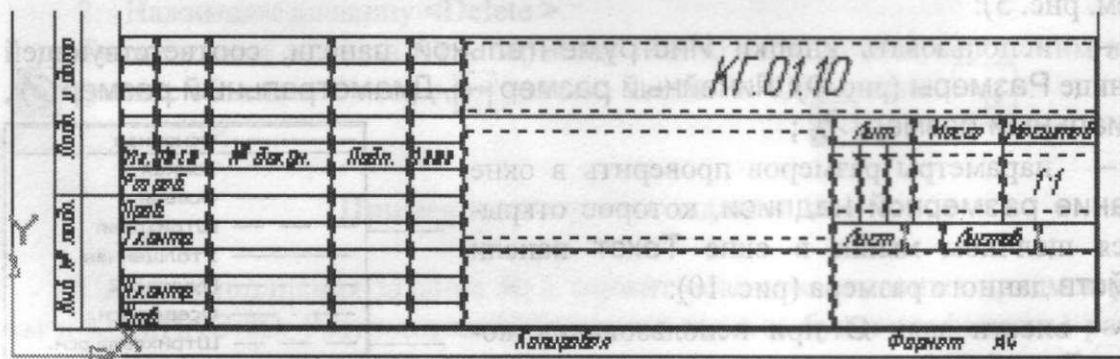

Рис. 11. Заполнение основной надписи
7. Заполнить штамп (основную надпись), активизируя команду его заполнения двойным щелчком мыши в области штампа (рис. 11). После заполнения – ввести объект .